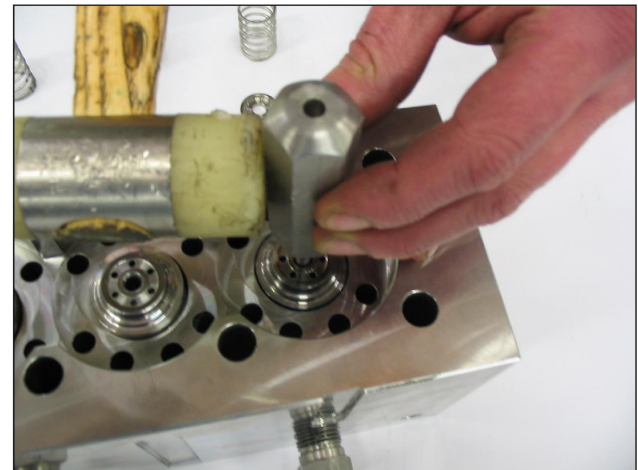

Fig. 42
**Se os locais da válvula resultam bloqueados sobre o cabeçote devido a formação de calcário ou de óxido, deve ser desbloqueado, inserindo a ferramenta adequada (cód. 27508000) no furo de aspiração, operando como na Fig. 42.**